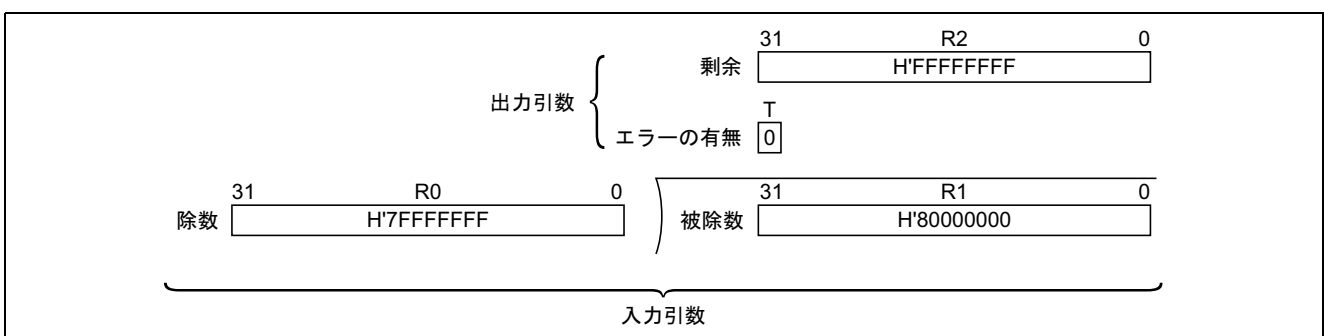

図 1 ソフトウェア DIVS32R の実行例
b. 図 1 にソフトウェア DIVS32R の実行例を示します。